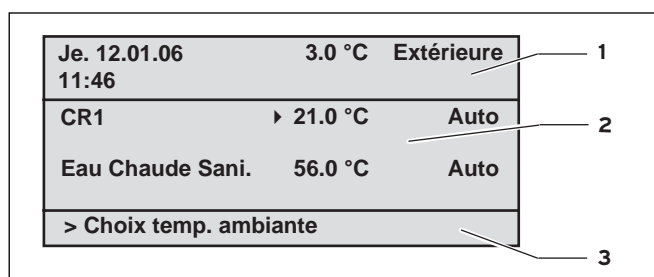

Fig. 4.2 Aperçu de l'écran (exemple affichage de base)
- de l'affichage de base (fig. 4.2)
Le mode d'utilisation décrit ci-dessous est valable pour l'affichage de base (fig. 4.2) et pour les différentes pages d'affichage / de saisie de l'interface utilisateur.
Situation de départ : Vous vous trouvez dans l'affichage de base (voir fig. 4.2). Pour accéder à l'affichage de base, se référer au chap. 4.3.3.
En cliquant avec un sélecteur ou avec les deux, vous pouvez passer de l'affichage de base simplifié à la page d'écran suivante (voir fig. 4.2).